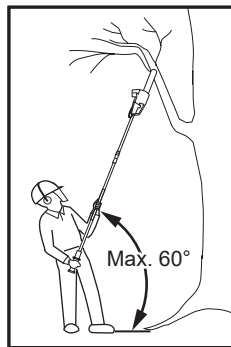

Fig. 34
5. Toujours tenir le produit à un angle ne dépassant pas 60° par rapport au niveau horizontal. Autrement, il n'est pas possible de travailler en sécurité (Fig. 34).